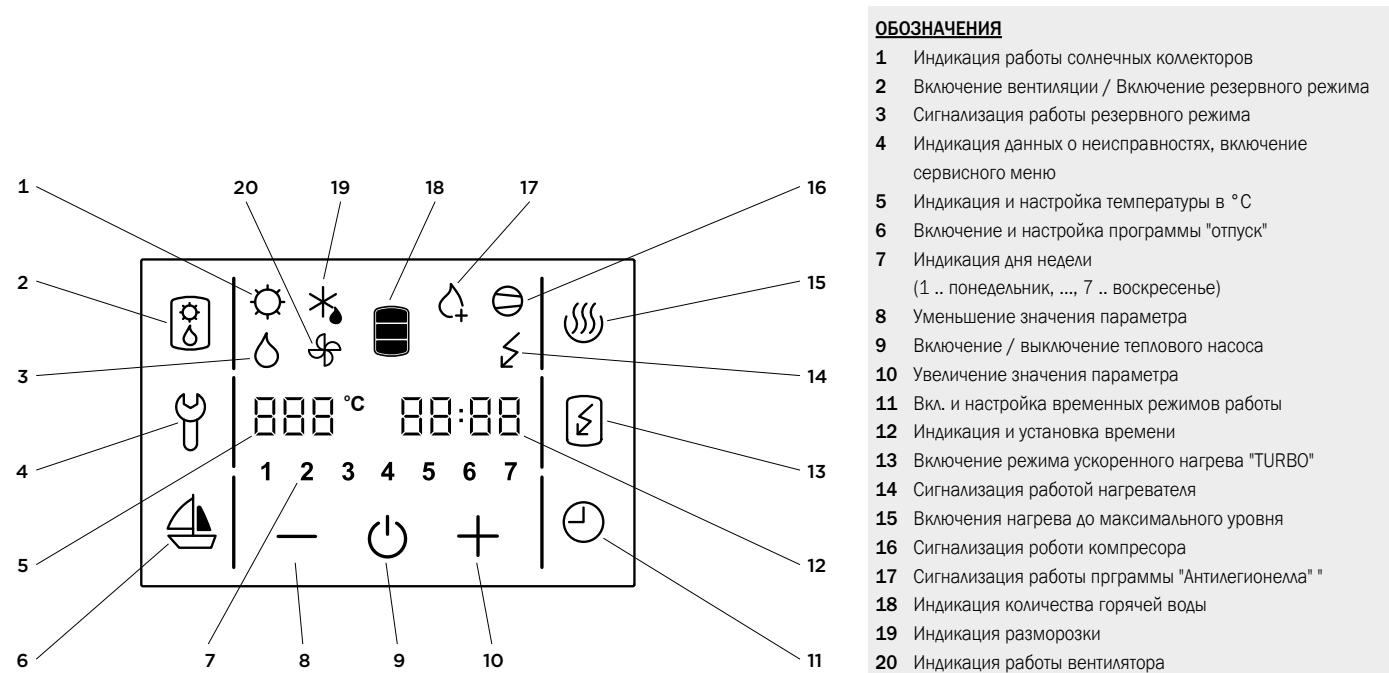

Рис. 10: Дисплей управления
Управление тепловым насосом осуществляется посредством сенсорного жидкокристаллического дисплея (Рис. 10). При нажатии на дисплей в любом месте он начинает светиться. Пока дисплей светится, кнопки управления активны.
- С длительным нажатием на поле **4**, дисплее **Рис. 10** включиться функция "сервисный режим".